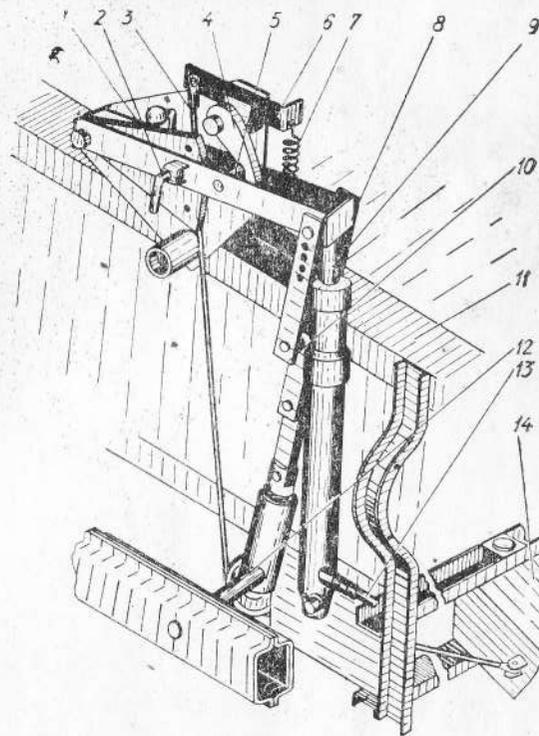

Рис. 12. Механизм подъема подборщика:
Механизм подъема снабжен собачкой 4 (рис. 12), которая соединена тросом со сницей 14. При переводе сницы в рабочее положение собачка 4 освобождает ролик 5, и подборщик опускается на предварительно установленную высоту. Управление подъемом и опусканием подборщика осуществляют из кабины трактора.
1. Включение механизмов пресс-подборщика в работу и управление механизмом подъема подборщика (рис. 12) осуществляются из кабины трактора.